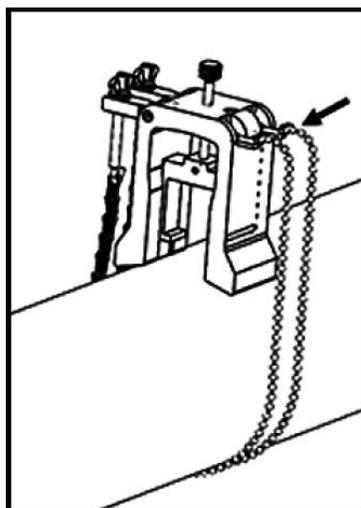

Рис. 37: Закрепленные цепи скобы
- Обмотайте цепи вокруг трубы и прикрепите их кронштейну скобы, как показано на Рис.37 ниже.